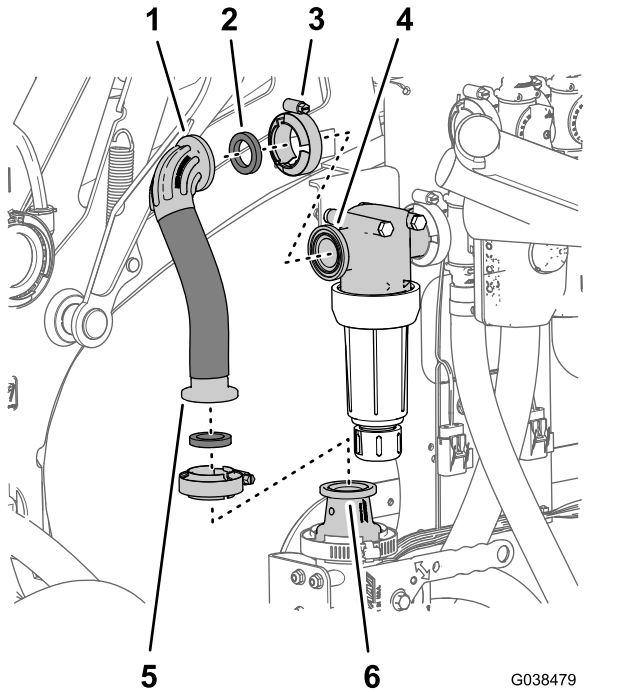

Figura 76
1. Alinee el acoplamiento dentado recto de la manguera de alimentación superior (2,5 cm x 22 cm) y una junta (1" x 1 3/8") con la brida del adaptador de la válvula de cierre del eyector (Figura 76).
2. Conecte provisionalmente la manguera al adaptador (Figura 76) con una brida de fijación (40–64 mm).
3. Alinee el codo bridado de 90° de la manguera de alimentación superior y la junta con la brida de la cabeza del filtro (Figura 76).
4. Sujete el codo bridado de 90° a la cabeza del filtro (Figura 76) con una brida de fijación (40–64 mm).
5. Apriete la brida de fijación que sujeta el acoplamiento dentado recto de la manguera de alimentación superior al adaptador de la válvula de cierre del eyector (Figura 76).